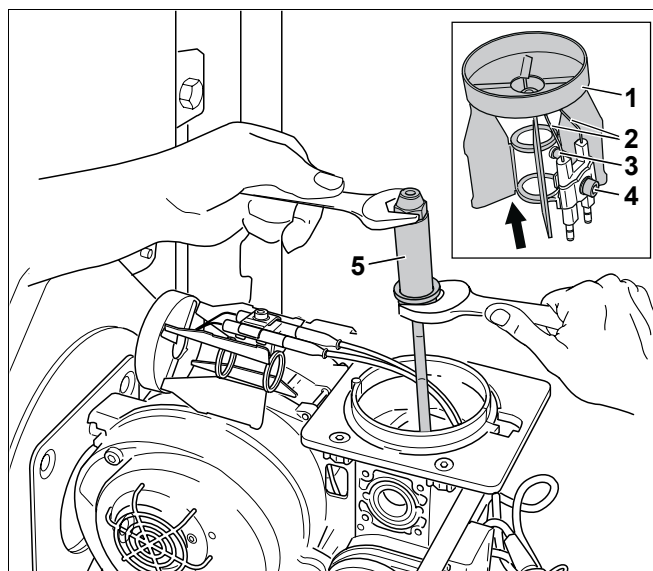

Рис. 15 Замена форсунки и запальных электродов
- Установить горелку в положение для обслуживания (рис. 15).
- Проверить загрязнение форсунки, распределительного диска и запального электрода, очистить или заменить при необходимости (рис. 15).
- Ослабить винт с внутренним шестигранником (SW 4, рис. 15, поз. 3) и снять распределительный диск (рис. 15, поз. 1).
- Открутить форсунку (рис. 15, поз. 5) двумя гаечными ключами SW 16 и SW 19.
- Снова установить распределительный диск (рис. 15, поз. 1) и закрепить винтом с внутренним шестигранником (рис. 15, поз. 3).
- Ослабить винт с внутренним шестигранником (SW 4, рис. 15, поз. 4).
- Заменить запальные электроды (рис. 15, поз. 2).